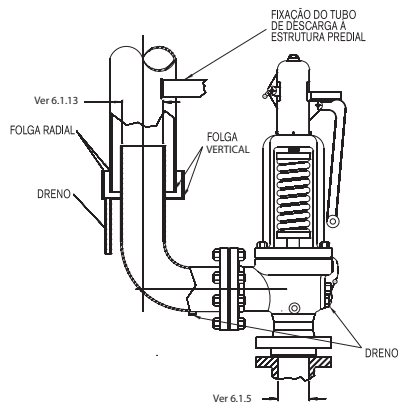

Figura 01
- 6.1.1 Las válvulas deben instalarse según los requisitos de la Figura 01 a continuación: